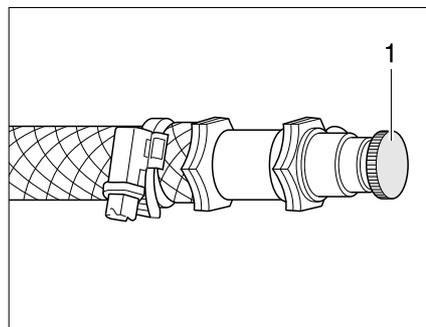

Bild 258 Entlüftungsventil Warmwasser-Heizung
- Das Entlüftungsventil (Bild 258,1) öffnen und geöffnet lassen, bis keine Luft mehr austritt.